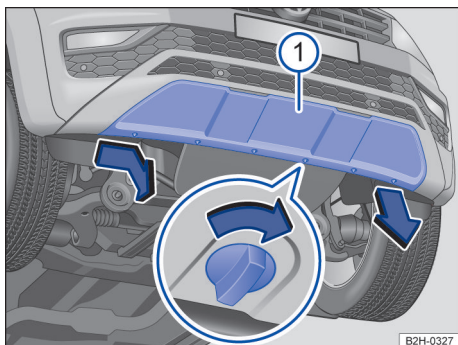

Fig. 177 En el paragolpes frontal a la derecha: cubiertita, variante 2.
① Tapón
1. Girar los tornillos de bloqueo cerca de 90 grados en el sentido de la flecha → **fig. 177**.
2. Girar el tapón ligeramente hacia abajo y retirar una pestaña de encastre del paragolpes a la derecha del vehículo ①.
4. Desencajar las cintas de sujeción restantes del paragolpes y colocar la cubierta con seguridad en el vehículo ①.